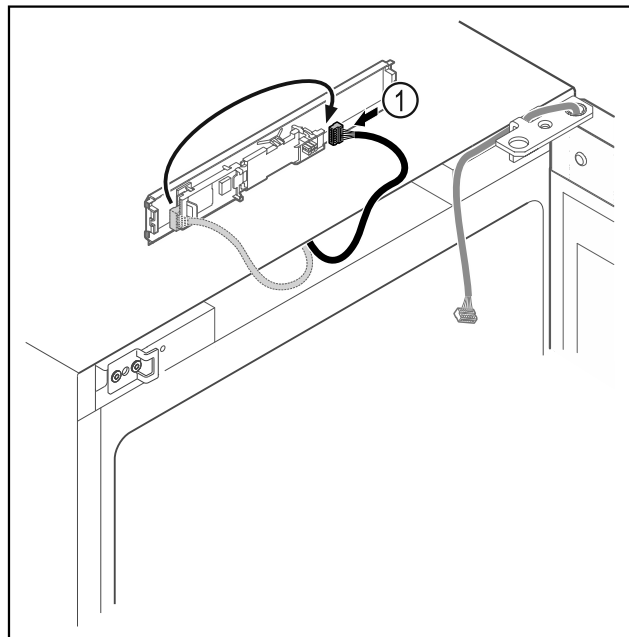

Fig. 21
- ▶ Stekker Fig. 21 (1) op printplaat verwisselen.